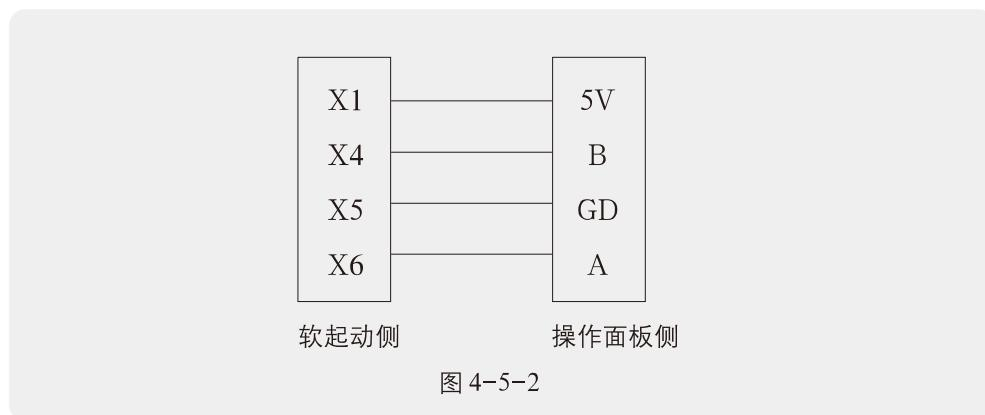

图4-5-2
► 4-3-4 远控操作面板：1xxx2xxx均可选取配远控操作面板，采用485接口共有4根信号线；使用时接于图4-5-2插座上。